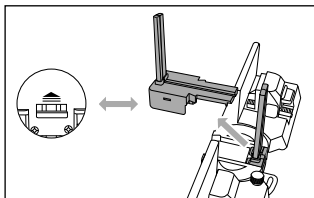

Fig. 7
- ◆ Segure o produto com a parte superior para cima e pressione a alavanca de bloqueio **11** no sentido da seta ➞ para retirar o elemento de guia de corte B **10** (ver fig. 7).
- ◆ Retire o elemento de guia de corte A **9** (ver fig. 7).